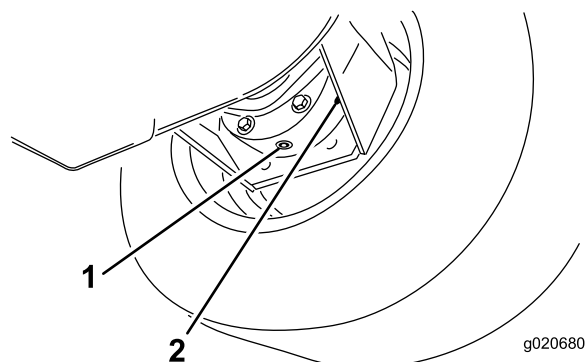

Рисунок 63
3. Подставьте поддон под корпус тормоза, снимите пробку сливного отверстия и дайте маслу стечь (Рисунок 63).